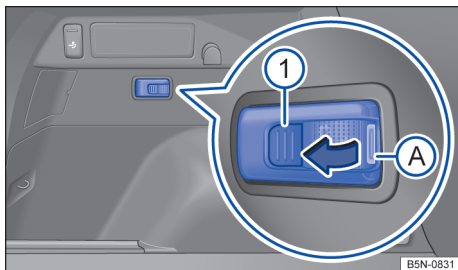

Fig. 190 À esquerda do compartimento de bagagem: lanterna removível.
- Pegar a lanterna removível na área → Fig. 190 .
- Para ligar, pressionar o botão → Fig. 190 . A lanterna acende com toda potência de iluminação.
- Dependendo da versão, pressionar o botão → Fig. 190  novamente para regular em 50 % da potência de iluminação.
- Pressionar o botão → Fig. 190  novamente para desligar a lanterna removível.
Desligar a lanterna removível e pressionar para dentro do suporte no sentido oposto ao da seta → Fig. 190.
- Alavancar a tampa da bateria recarregável com um objeto adequado por baixo da área → Fig. 190 .